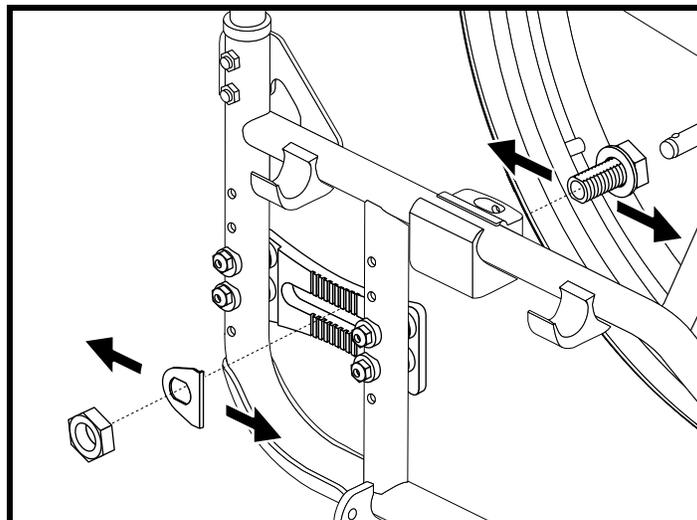

Figure 16. Réglages position des roues
2. Retirez le boulon et l'écrou au centre du support d'essieu. Voir la figure 16.